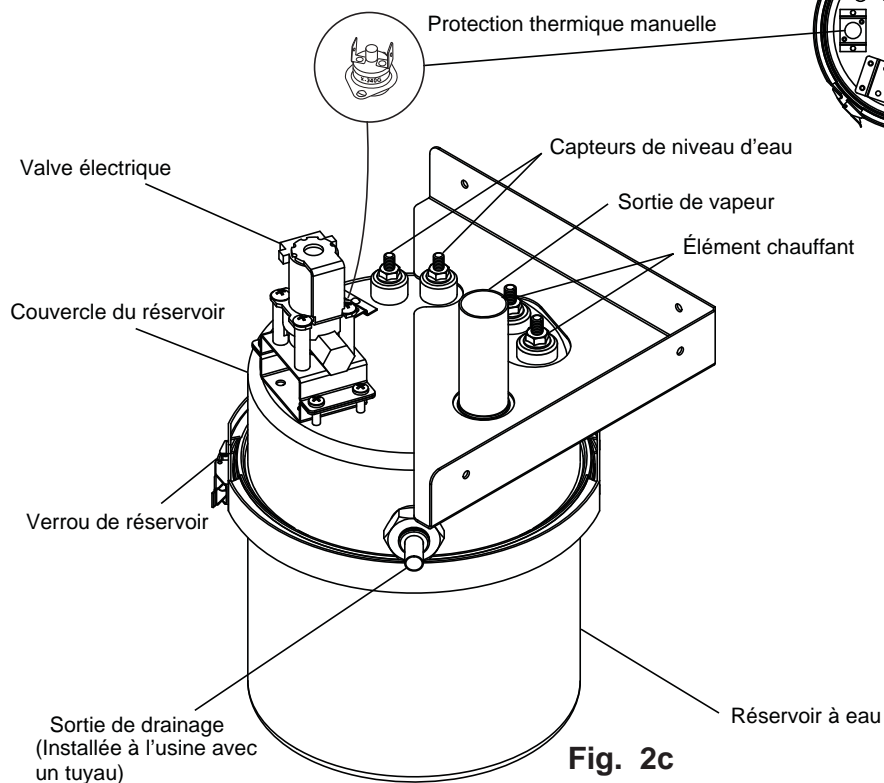

Fig. 2c
2.3 Réservoir vu de côté. Voir Fig. 2c.